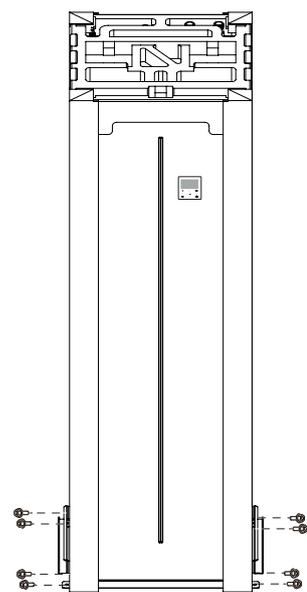

Fig.2-5
- Retirez les 8 vis de la tôle et retirez la tôle (voir Fig.2-5)